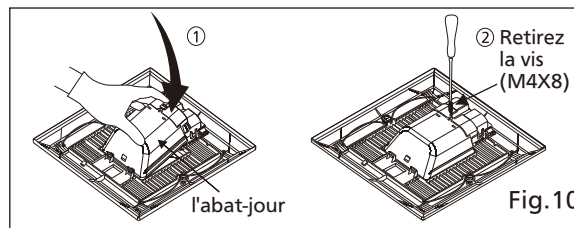

Fig.10
12. Remplacez l'abat-jour. (Voir Fig.10)
5. Remplacez l'abat-jour. (Voir Fig.10 de la page 9)